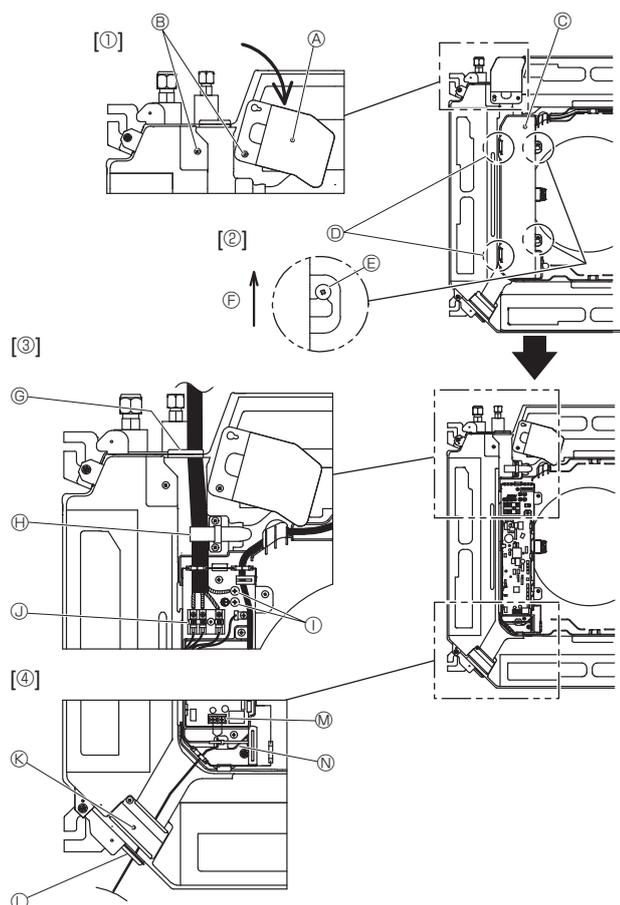
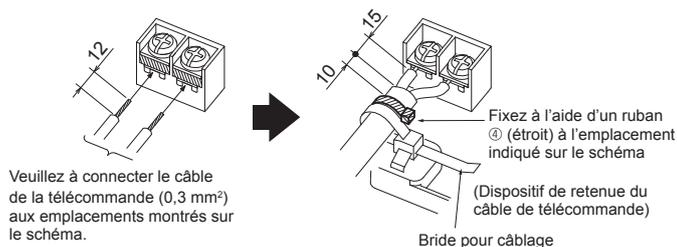

Fig. 6-1
Fig. 6-3
### 6.1. Appareil intérieur (Fig. 6-1)
1. Desserrez les deux vis de fixation du panneau de service du câblage électrique et faites tourner le panneau. [Fig. 6-1 ①]
2. Desserrez les deux vis de fixation du couvercle du boîtier électrique et faites glisser le couvercle. [Fig. 6-1 ②]
3. Faites passer le câble d'alimentation, le câble de raccordement des appareils intérieur/extérieur et le câble de mise à la terre par les entrées de fils indiquées sur le diagramme. [Fig. 6-1 ③]
4. Faites passer le câble de télécommande via les entrées de fils indiquées sur le diagramme et raccordez-le. [Fig. 6-1 ④, Fig. 6-3]